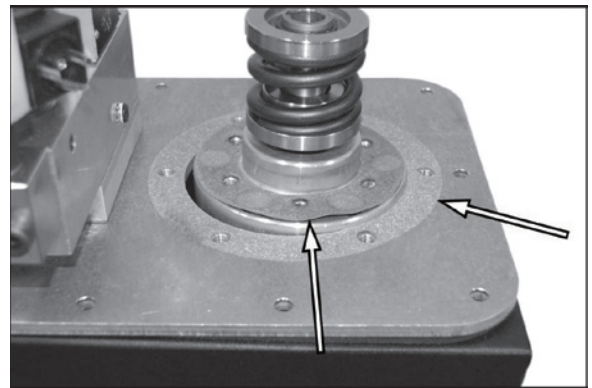

Figura 34.
3. Consulte la Figura 34. Retire la junta y limpie las superficies de la junta.